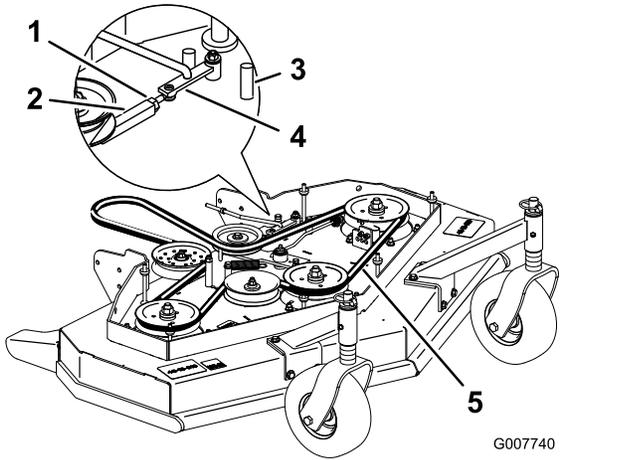

Figura 8
3. Serrate il dado di bloccaggio sul tenditore (Figura 8).
4. Ruotate il tenditore verso la parte posteriore del piatto di taglio per aumentare la tensione sulla cinghia. Ruotate il tenditore verso la parte anteriore del piatto di taglio per diminuire la tensione sulla cinghia (Figura 8).